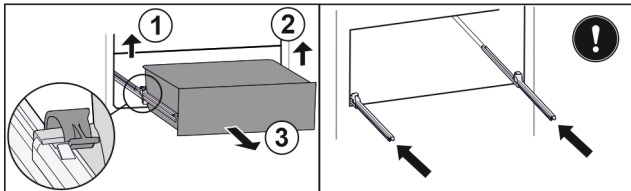

Fig. 166
- ▶ Løft den venstre klemme, og træk samtidigt skuffen i venstre side fremad. Fig. 166 (1)
- ▶ Løft den højre klemme, og træk samtidigt skuffen i højre side fremad. Fig. 166 (2)
- ▶ Tag skuffen ud fremefter. Fig. 166 (3)